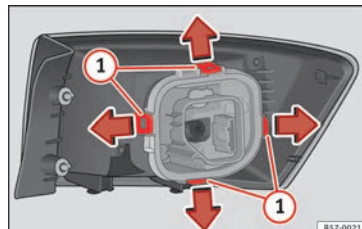

Abb. 111 Befestigungsglaschen Rückseite Heckleuchte.
7. Bauen Sie den Lampenträger » **Abb. 111** aus, indem Sie die Befestigungsglaschen (1) entriegeln.